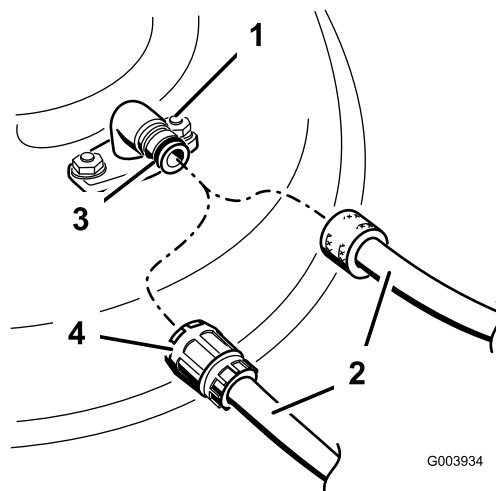

Figure 56
- Vissez le embout de lavage à l'embout de lavage du plateau de coupe et ouvrez l'eau en grand (Figure 56).